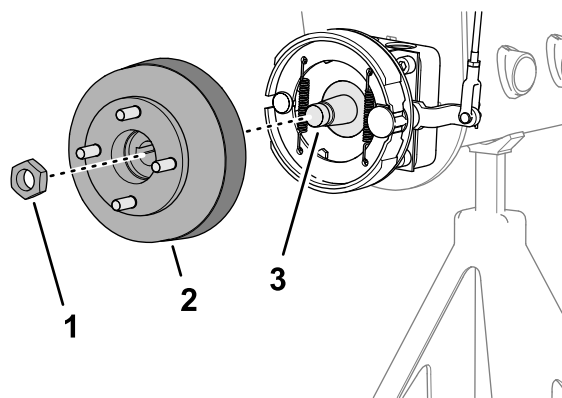
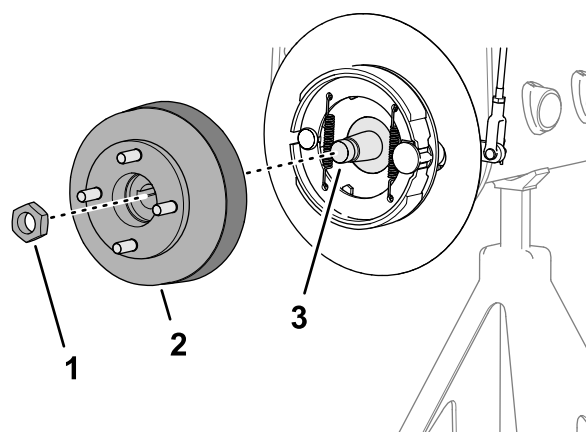

Рисунок 77
Рисунок 78
1. Отверните контргайку крепления ступицы к валу мотор-колеса (Рисунок 77 или Рисунок 78).
4. Используйте указанный съемник ступицы колеса, чтобы снять ступицу колеса и тормозной барабан с вала мотор-колеса (Рисунок 77 или Рисунок 78).